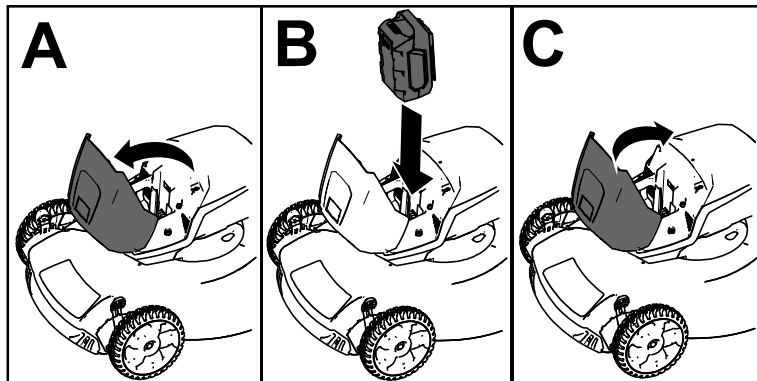

Figure 8
2. Soulevez le couvercle du compartiment de la batterie (A de la Figure 8).
3. Alignez le creux dans la batterie et la languette sur la machine, et glissez la batterie dans le compartiment jusqu'à ce qu'elle s'enclenche en position (B de la Figure 8).
4. Refermez le couvercle du compartiment de la batterie (C de la Figure 8).